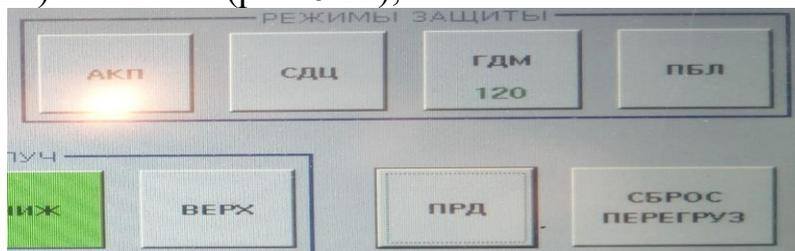

Рис. 5.22. Включение системы защиты «СДЦ» на панели МПС 12
- нажать кнопку «ПРД», кнопка «ПРД» подсветится серым цветом, кнопка «СДЦ» должна также иметь серый цвет, что означает, что СДЦ в карте местных предметов (КМП) включено (рис. 5.22);
- нажать кнопку «ГДМ», в появившемся окне нажать кнопку «20–120» (в зависимости от метеоусловий), открывшееся окно закроется, а на кнопке «ГДМ» появится надпись «20–120» (см. рис. 5.22, 5.23);
- нажать кнопку «ПРД» (кнопка подсветится серым цветом), кнопка «СДЦ» должна также иметь серый цвет, что означает, что СДЦ в КМП включено (см. рис. 5.22);